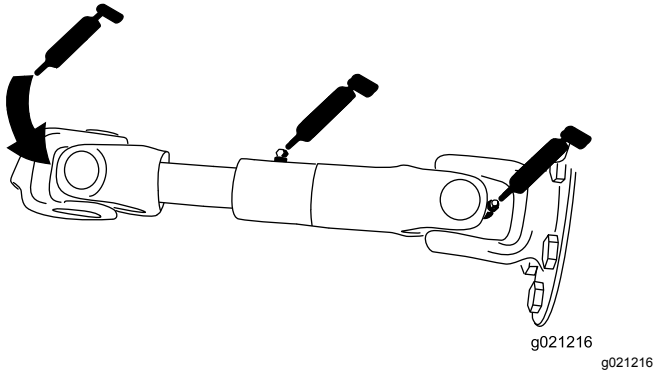

Bild 74
- Pumpenantriebswelle (3) (Bild 74)